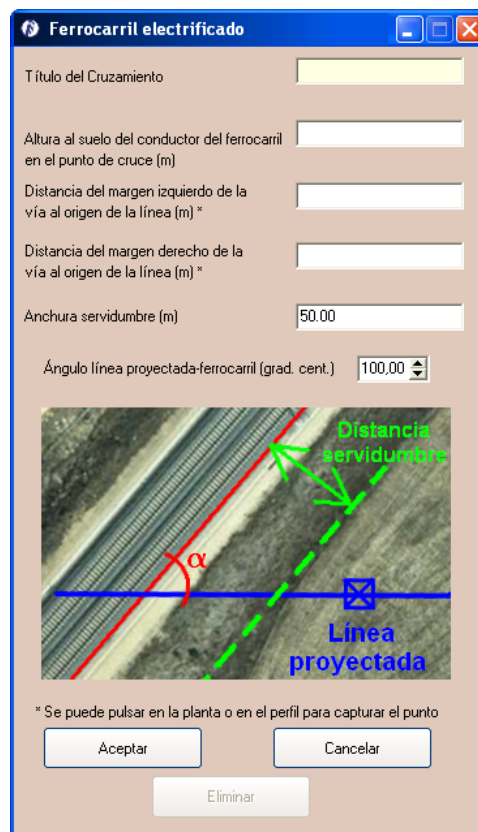

Figura 5.43. Cruzamiento con ferrocarril electrificado
- Cruzamiento con ferrocarril electrificado (). En la ventana de ferrocarril electrificado (Figura 5.43) podemos introducir un cruzamiento indicando: